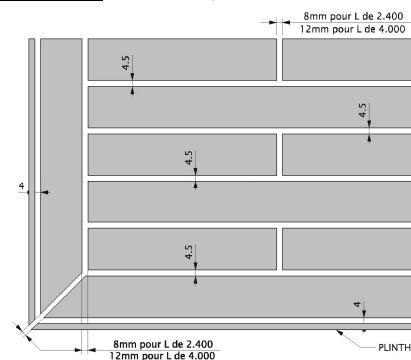

Fig. 14
- **Attention** : Laisser un jeu minimum de 4 mm entre le profilé et le profilé de finition (plinthe). (Fig.14)